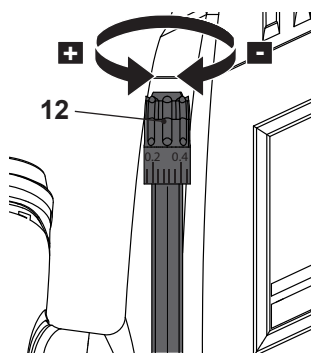

Fig. 17
- > Utilice la perilla de ajuste fino de la profundidad (12) para una configuración precisa de la profundidad de corte (Fig. 17).
- > Gire la perilla de ajuste fino de la profundidad (12) en sentido horario para incrementar la profundidad de corte.
- > Gire la perilla de ajuste fino de la profundidad (12) en sentido antihorario para reducir la profundidad de corte.